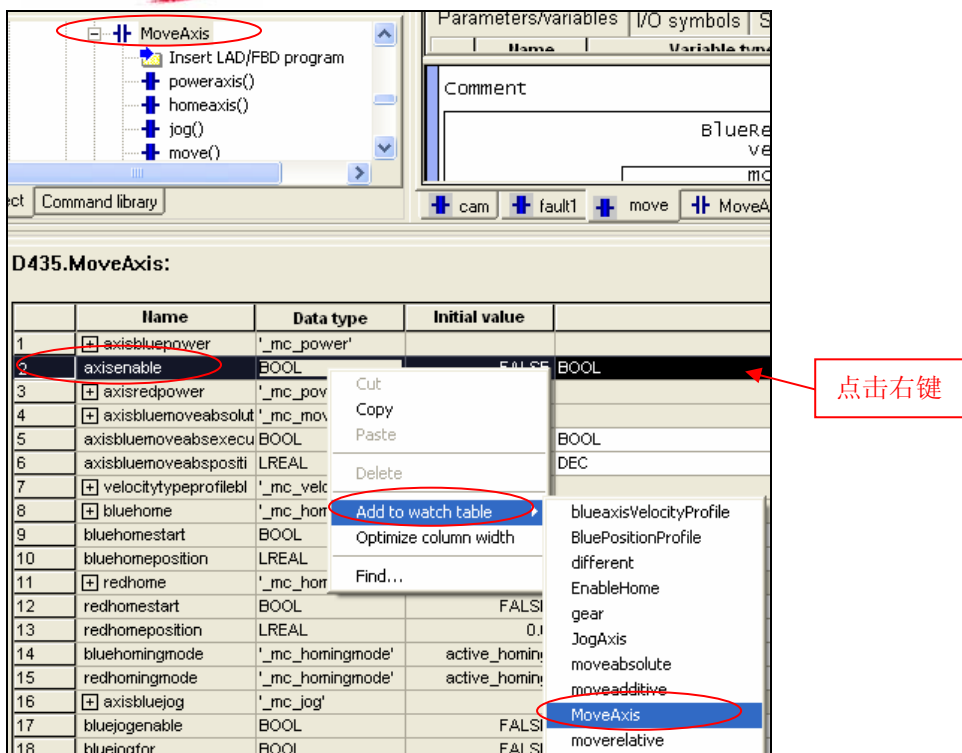

图. 38
(8) 将需要修改或进行状态监控的变量添加进来(图 38, 39), 便于程序调试。